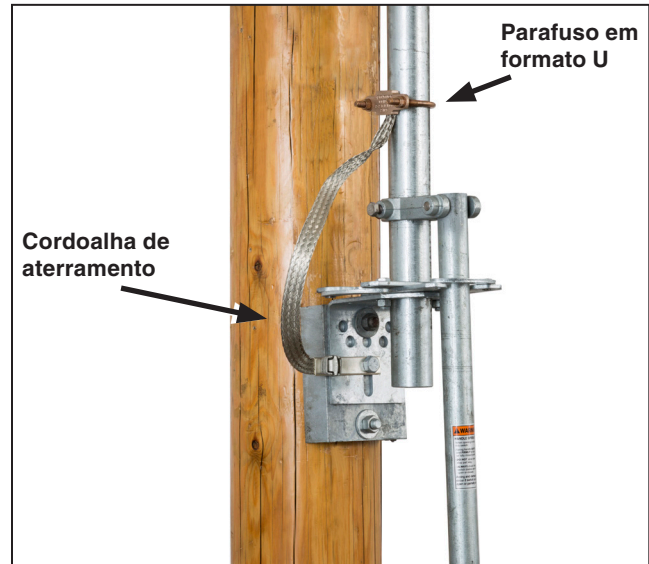

Figura 23. Conexões da cordoalha de aterramento.
**PASSO 19.** Prenda a ponta livre da cordoalha de aterramento à seção inferior do tubo, a poucas polegadas acima do conjunto da alavanca de operação (ou do intertravamento da chave) usando o parafuso em formato U fornecido para esta finalidade. Ver Figura 23. Conecte a ponta inferior da cordoalha a um ponto adequado de aterramento, usando o conector de aterramento existente na ponta da cordoalha.